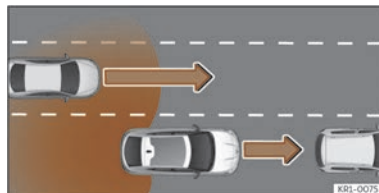

Fig. 124 Dépassement en présence de trafic à l'arrière du véhicule.
- Lorsque le véhicule est dépassé par un autre véhicule >>> **fig. 124**.